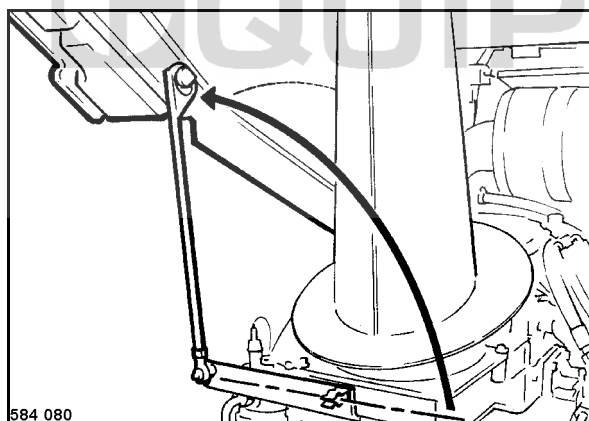

Fig. 74
- Tirer la barre du support et caler le capot (Fig. 74).